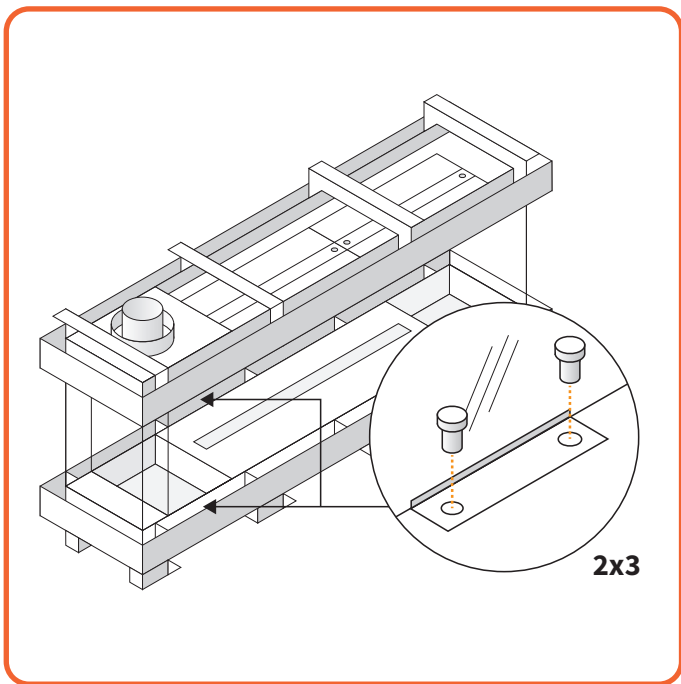

Figura 10.16 -
- Rimuovere i morsetti che tengono fissato il vetro svitando le viti. (vedi **Figura 10.16**)